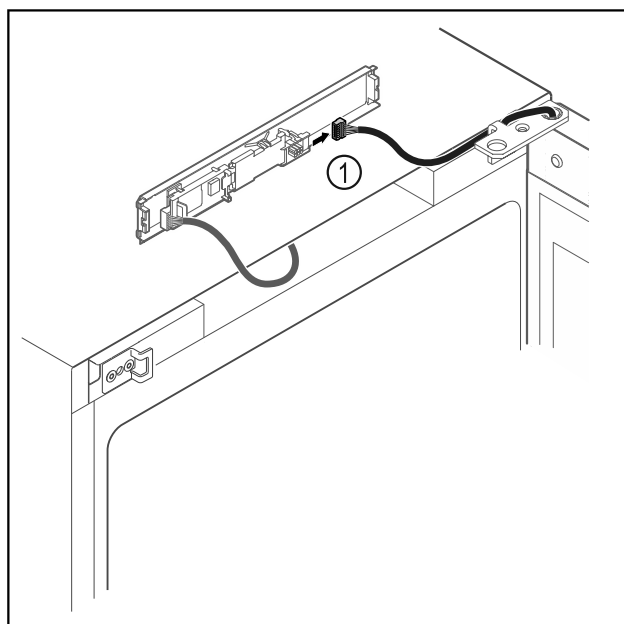

Fig. 14
- ▶ Wtyczkę Fig. 14 (1) należy odłączyć od płytki drukowanej.